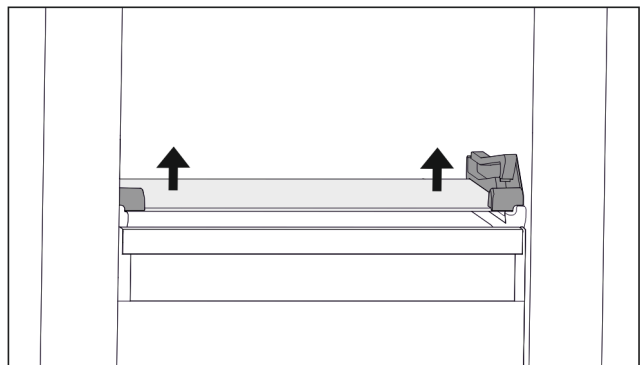

Fig. 59 Glasplatte des abklippbaren Schubfachs
- ▶ Glasplatte von unten beidseitig nach oben drücken. (zie Fig. 59)